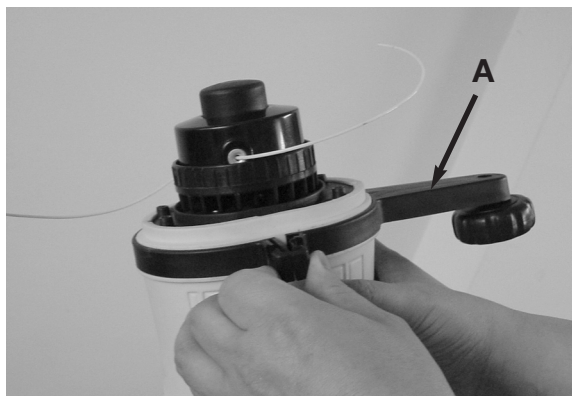

Fig. 1
1. Placez la roue du guide de bordure (A) sur l'avant du logement moteur ainsi qu'illustré dans la Fig. 1.